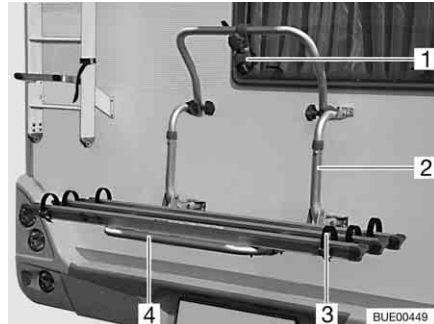

Bild 5 Cykelställ, ej nedsänkbar
Med cykelstället (Bild 5,2) kan 2 cyklar bekvämt transporteras. Det går att bygga ut det för 3 cyklar.
- Fäll ned teleskopbygeln (Bild 5,4).
- Sätt in cyklarna och fäst dem med snabbremmarna (Bild 5,3).
- Fäst distansdelen (Bild 5,1) på ramen på den yttre cykeln.